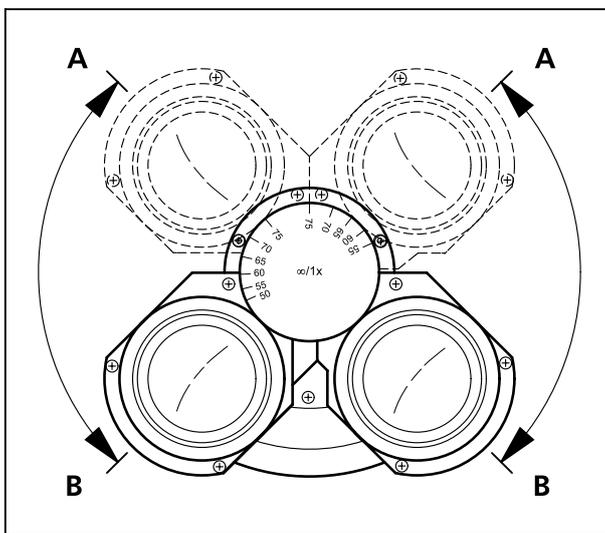

图6 设置观察高度
- 观察高度可以根据个人需要向上(图6/A)或向下(图6/B)转动目镜筒。